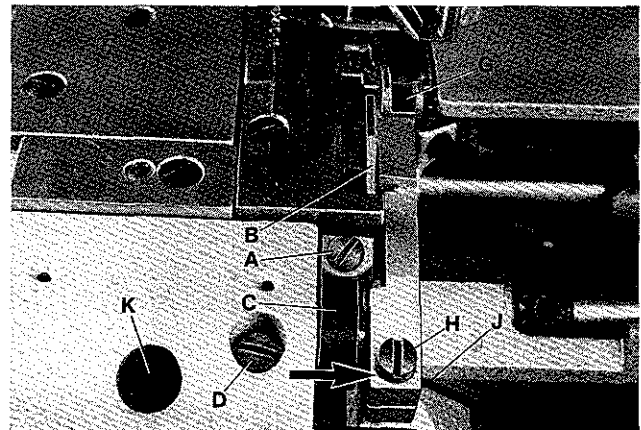
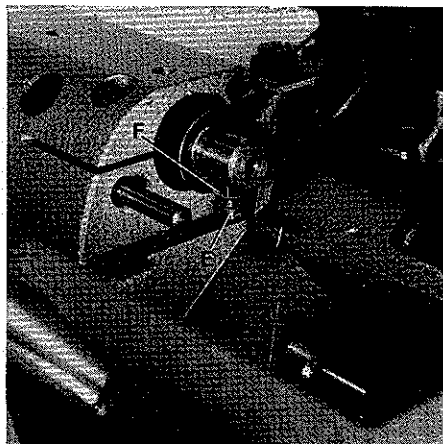
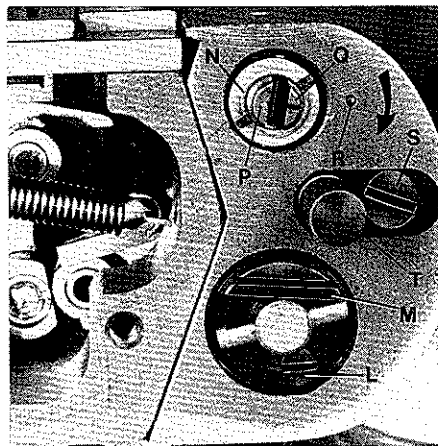

Fig.50
Fig.51
Fig.52
Remove the edge guide. Loosen screw (A, Fig.50) in lower knife holder (C) and move lower knife (B) up or down until its cutting edge is parallel and flush with throat plate top surface. Retighten screw (A).
Note: Lower knife holder (C, Fig.50) is set at the factory so the cutting edge of lower knife is parallel with top surface of throat plate.
When replacing the lower knife holder it has to be set accordingly. Loosen screw (D, Fig.50) and turn lower knife holder (C) until the cutting edge of lower knife is parallel with top surface of throat plate. Secure this setting with stop screw (E, Fig.51) and lock nut (F) in lower knife holder. Retighten screw (D, Fig.50).
Loosen screw (D, Fig.50) and align the width of trim to the right needle by moving lower knife holder (C) laterally. If this adjustment is obstructed by the upper knife (G), loosen screw (H) and move the upper knife to the right. Retighten screw (D) and also screw (H) if loosened, after setting the lower knife.
Check after making this setting, if the upper knife holder (J, Fig.50) can be moved in direction of the arrow (see Fig.50) against the pressure of the spring. If this is not possible, loosen screw (H) and move the upper knife holder (J) accordingly to the right. Retighten screw (H).
Remove the cylinder cover and loosen screw (L, Fig.52). Adjust by means of stop (M) the highest obtainable throw of upper knife. Retighten screw (L) and rotate pulley until the upper knife is in its down position.
Entfernen Sie die Stoffkantenführung. Lösen Sie die Schraube (A, Fig.50) im Untermesserhalter (C) und schieben Sie das Untermesser (B) nach oben oder unten bis die Schneide parallel und auf gleicher Höhe mit der Stichplattenoberfläche steht. Ziehen Sie die Schraube (A) wieder an.
Beachten Sie: Der Untermesserhalter (C, Fig.50) wird im Werk so eingestellt, daß die Schneide des Untermessers parallel zur Stichplattenoberfläche steht.
Beim Austausch muß ein neuer Untermesserhalter entsprechend eingestellt werden. Lösen Sie die Schraube (D, Fig.50) und drehen Sie den Untermesserhalter (C, Fig.50) bis die Untermesserschneide parallel zur Stichplattenoberfläche steht. Sichern Sie diese Einstellung mit der Anschlagsschraube (E, Fig.51) und der Kontermutter (F) im Untermesserhalter. Ziehen Sie die Schraube (D, Fig.50) wieder an.
Lösen Sie die Schraube (D, Fig.50) und richten Sie durch seitliches Verschieben des Untermesserhalters (C) die Abschnittsbreite zur rechten Nadel entsprechend aus. Wird diese Einstellung durch das Obermesser (G) behindert, lösen Sie die Schraube (H) und schieben das Obermesser nach rechts. Ziehen Sie nach der Einstellung des Untermessers die Schraube (D) und gegebenenfalls die Schraube (H) wieder an.
Prüfen Sie nach dieser Einstellung, ob sich der Obermesserträger (J, Fig.50) in Pfeilrichtung (siehe Fig.50) entgegen der Kraft der Andrückfeder bewegen läßt. Ist dies nicht möglich, lösen Sie die Schraube (H) und drücken den Obermesserträger (J) entsprechend nach rechts. Ziehen Sie die Schraube (H) wieder an.
Entfernen Sie den Zylinderdeckel und lösen Sie die Schraube (L, Fig.52). Stellen Sie mit dem Anschlag (M) den größtmöglichen Hub des Obermessers ein. Ziehen Sie die Schraube (L) wieder an und bringen Sie durch Drehen am Handrad das Obermesser in die unterste Stellung.
Adjust the lateral cutting pressure by turning nut (N, Fig.52). Turning the nut clockwise increases the cutting pressure, turning it counterclockwise acts the reverse.
To adjust the shear angle loosen screws (H and K, Fig. 50). Set shaft (P, Fig. 52) so, that mark (Q) on the shaft and mark (R) on cylinder are lined up.
Turning shaft (P, Fig. 52) in direction of the arrow increases the shear angle, turning it against direction of the arrow decreases it. Retighten screws (H and K, Fig. 50) and make sure that the settings described in paragraph "SETTING THE UPPER KNIFE" are not disturbed.
Remove cylinder cover. Loosen screw (S, Fig. 52) and move push button (T) slightly back and forth until it engages as described. Retighten screw (S). If it is not possible to engage the push button with this adjustment, loosen screw (L, Fig. 52) and turn stop (M) clockwise until the push button engages. Retighten screw (L).
Der seitliche Schneiddruck wird durch Drehen der Mutter (N, Fig. 52) eingestellt. Drehen der Mutter im Uhrzeigersinn erhöht den Schneiddruck, drehen im Gegenuhrzeigersinn vermindert ihn.
Zur Einstellung des Scherwinkels lösen Sie die Schrauben (H und K, Fig. 50). Stellen Sie die Achse (P, Fig. 52) so, daß sich die Markierungen (Q) auf der Achse und (R) am Zylinder gegenüberstehen.
Drehen der Achse (P, Fig. 52) in Pfeilrichtung vergrößert den Scherwinkel, drehen in entgegengesetzter Richtung verkleinert ihn. Ziehen Sie die Schrauben (H und K, Fig. 50) wieder an und beachten Sie, daß die im Abschnitt "EINSTELLUNG DES OBERMESSERS" beschriebenen Einstellungen erhalten bleiben.
Entfernen Sie den Zylinderdeckel. Lösen Sie die Schraube (S, Fig. 52) und bewegen Sie den Druckknopf (T) leicht hin und her bis er wie oben beschrieben einrastet. Ziehen Sie die Schraube (S) wieder an.
Läßt sich der Druckknopf durch diese Einstellung nicht einrasten, lösen Sie die Schraube (L, Fig. 52) und drehen den Anschlag (M) im Uhrzeigersinn bis der Druckknopf einrastet. Ziehen Sie die Schraube (L) wieder an.